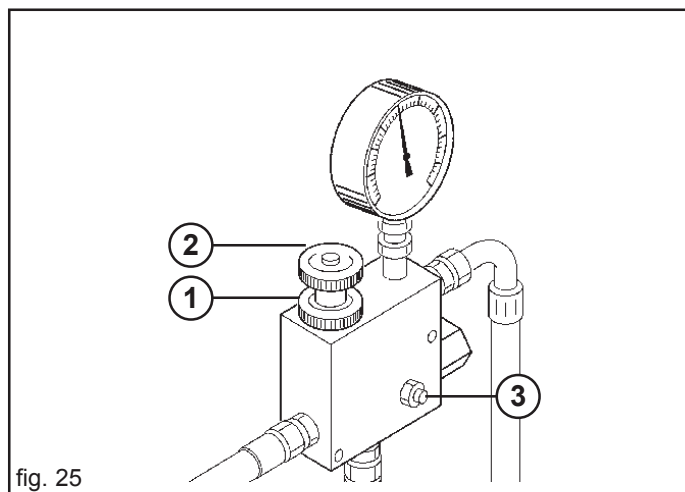

fig. 25
Wenn man die Gebläseumdrehungen für die Verteilung von schwereren Samen erhöhen will, mit Vorsicht und Achtung wie folgt vorgehen (Abb. 25):
b) Sicherung vom Regelventil (1, Abb. 25) lockern;
b) Regelventil (2, Abb. 25) im Uhrzeiger- oder Gegensinn drehen um den Druck zu senken oder zu erhöhen und daher die Gebläseumdrehungen zu ändern.